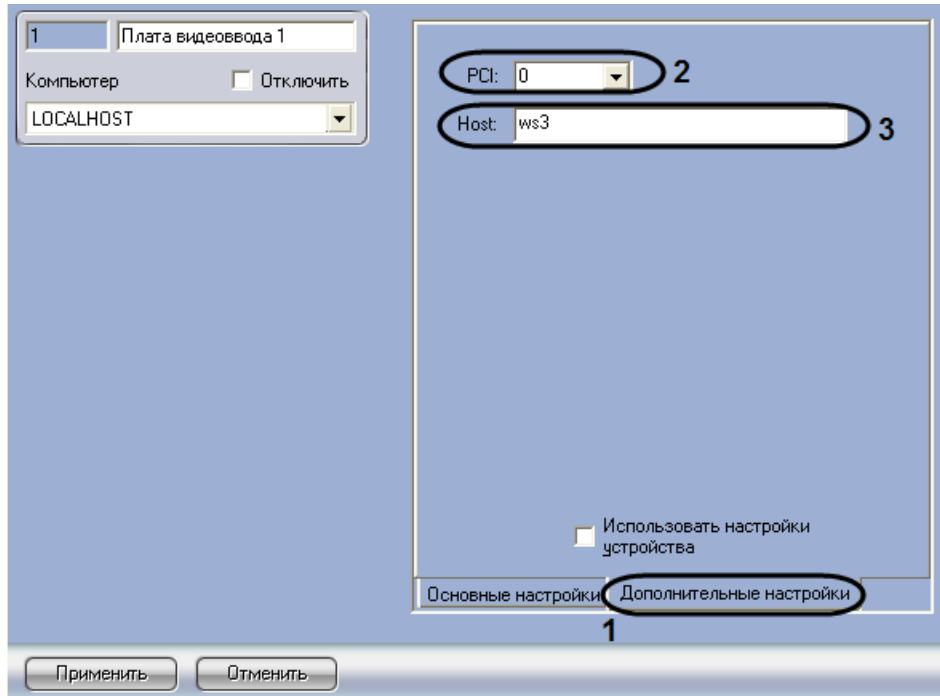

Рис. 3.1—10 Панель настроек платы видеоввода Stretch. Вкладка «Дополнительные настройки»
- Из списка «PCI» выбрать номер PCI-канала (Рис. 3.1—10, 2). Особенности распределения PCI-каналов описаны в разделе «Создание и настройка объекта «Плата видеоввода» (см. пункт «5.2»).